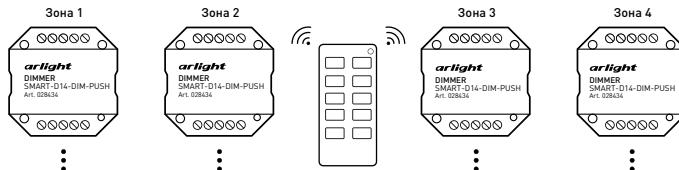

Рисунок 6. Вариант построения системы с 4-зонным пультом дистанционного управления
- 3.11. При использовании многозонных пультов ДУ или панелей можно построить разветвленную систему управления [рисунок 6].